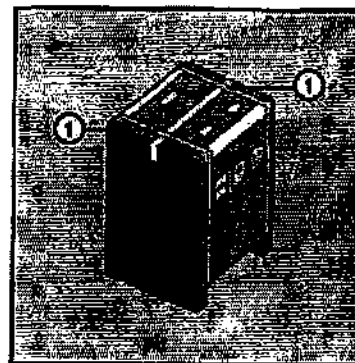

Рис. 3.1.
1. Разрежьте ножницами пластиковые ремни (см. рис. 3.1).